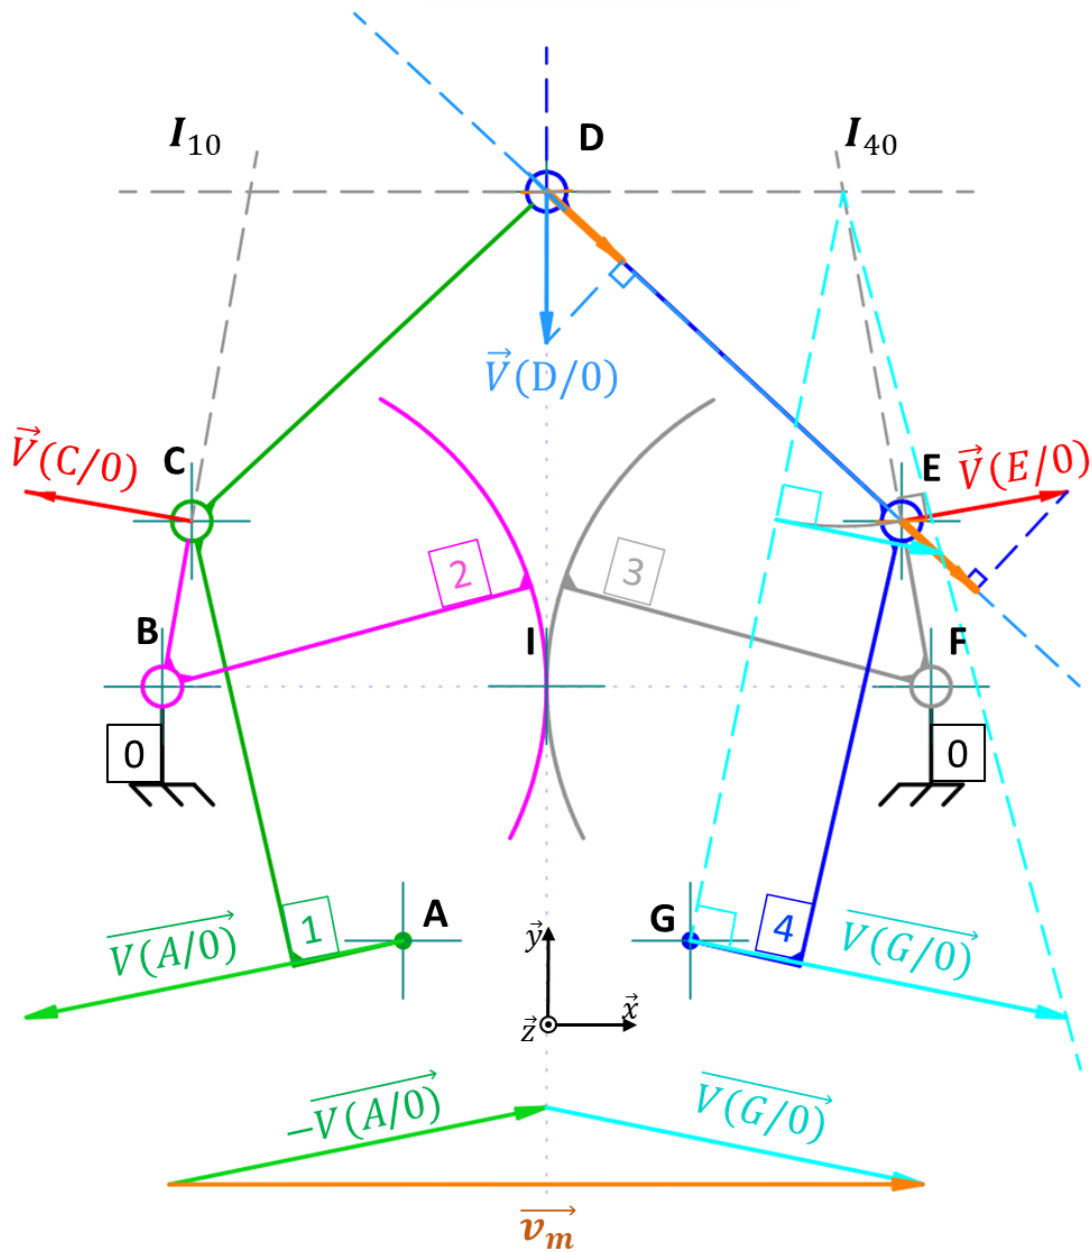

Figure 3 : Schéma cinématique plan du malaxeur
Le schéma cinématique de ce malaxeur est fourni en figure 3 (Annexe 2). Un motoréducteur entraîne le solide S_3 en rotation dans le **sens horaire** à la vitesse de $N_{3/0} = 4,5 \text{ tr/min}$. Pour des conditions proches d'un pétrissage à la main, la vitesse de malaxage doit rester inférieure à **200 mm/s**. Par ailleurs, le mécanisme est tel que les mouvements des pièces sont **symétriques** par rapport au plan (D, \vec{y}, \vec{z}) .
- b) On donne $\vec{V}(E/0)$ (fig.3), justifier sa direction et son sens. Sachant que le rayon $FE = 70 \text{ mm}$, calculer sa norme.
Pour chacune des questions ci-après, les **tracés seront effectués sur la figure 3**, et les **justifications associées** seront fournies dans les cadres prévus à cet effet.